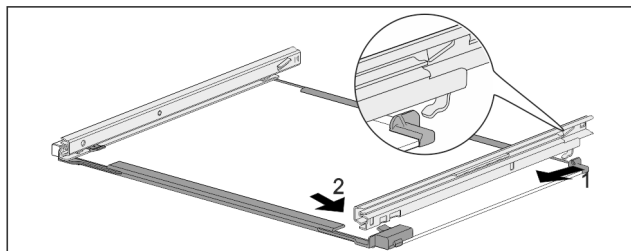

Fig. 254 Staklena ploča s vodilicama
- ▶ Zakvačite vodilicu sa stražnje strane. Fig. 254 (1)
- ▶ Uglavite vodilicu s prednje strane. Fig. 254 (2)